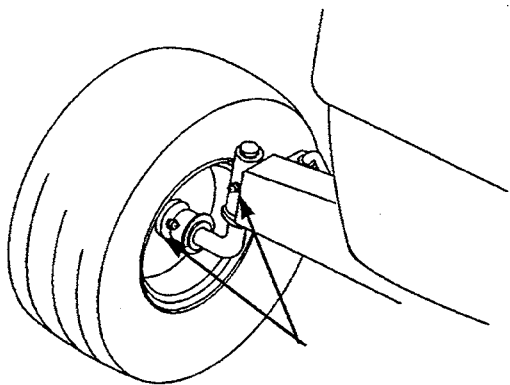

Figure 22
1. Lubrifier les roues avant jusqu'à ce que la graisse commence à s'écouler des roulements (Fig. 22)